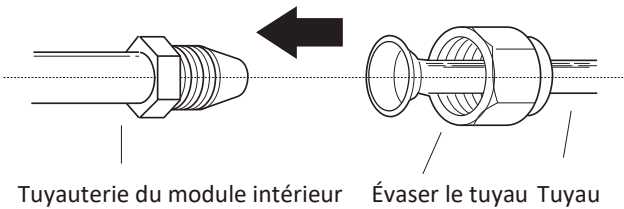

Fig. 5.7
- 1. Alignez le centre des deux tuyaux que vous allez raccorder. Voir Fig. 5.7.